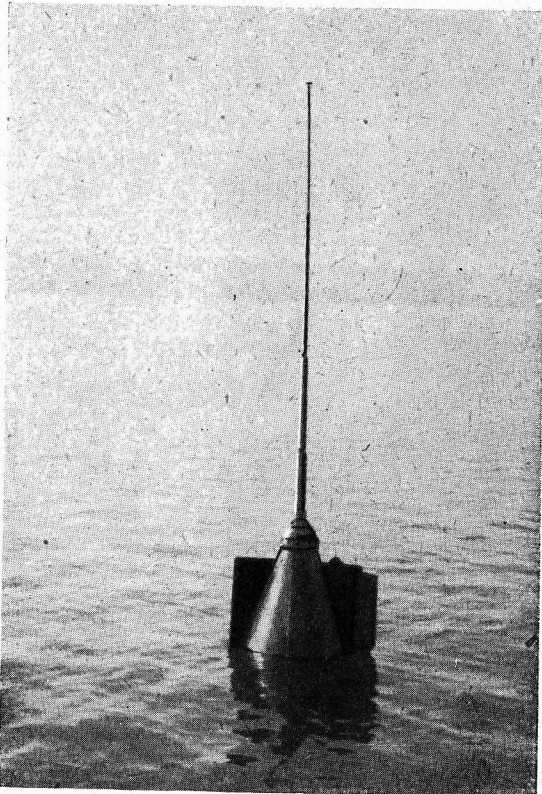

Abb. 1: Abgeworfenes FuG 302,
Das Funkgerät FuG 302 dient als abwerfbare, schwimmende Funkstelle für einmaligen Einsatz (Abb. 1 und 2).
b) Trimmerkondensator Pos. Nr. 323b des Antennenschwingkreises (Abb. 1, Anlage 2).